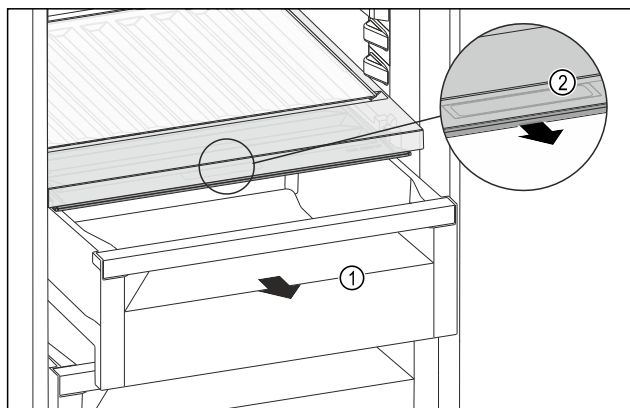

Fig. 118
- ▶ Извлеките выдвижной ящик Fig. 118 (1).
- ▶ Возьмитесь за утопленную ручку Fig. 118 (2) на крышке отделения и одновременно потяните крышку отделения вперед.